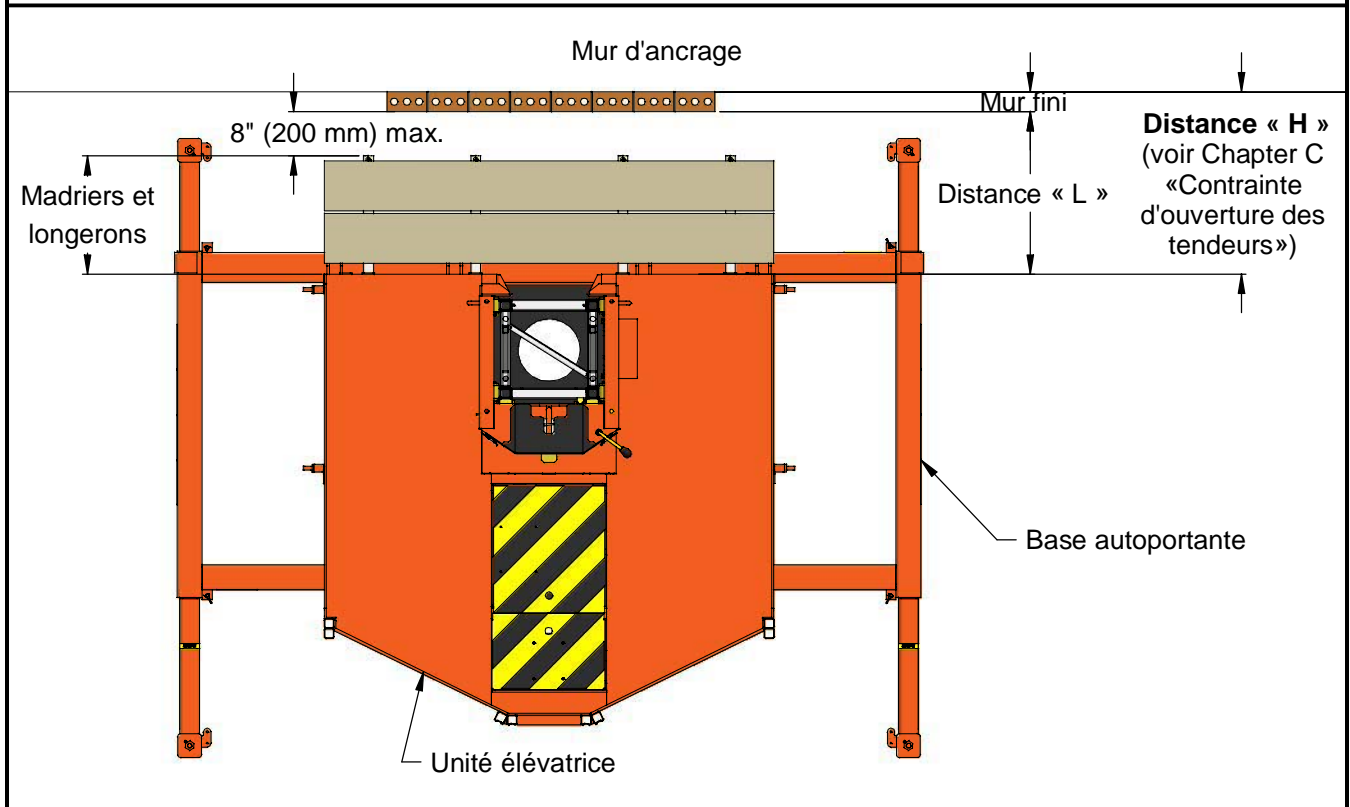

Figure B.8
Étape 2 (voir Figure B.8 et B.12)